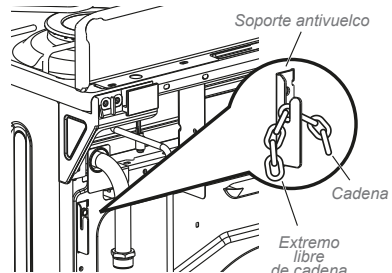

Figura 2
1. Revise las condiciones del lugar donde va a ser instalado el producto, y localice en la cocina el soporte antivuelco (figura 2).
8. Enganche el extremo suelto de la cadena en la ranura del soporte antivuelco (figura 2). Asegúrese que la cadena quede tensa tanto como sea posible y que no quede floja al momento de engancharla al soporte antivuelco. Si queda muy floja la cadena puede ocasionar que la cocina se ladee eventualmente.